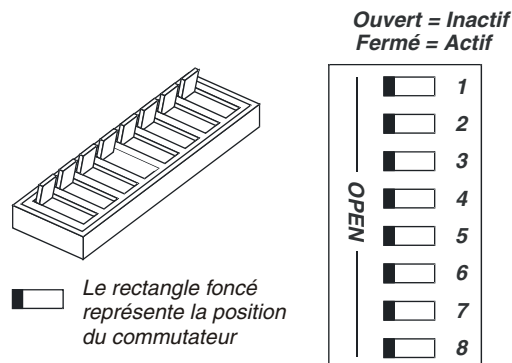

Figure 3-23. Bloc de commutateurs de configuration - Effacement du CMOS
2. Sur la carte système, modifiez la position du commutateur 4 dans le bloc des commutateurs, en le faisant passer de la position Off (ouvert) à la position On (fermé). Voir la Figure 3-23 et le Tableau 3-3.
6. Faites passer le commutateur 4 de la position On (fermé) à la position Off (ouvert) dans le bloc de commutateurs de configuration de la carte système. Voir la Figure 3-23.